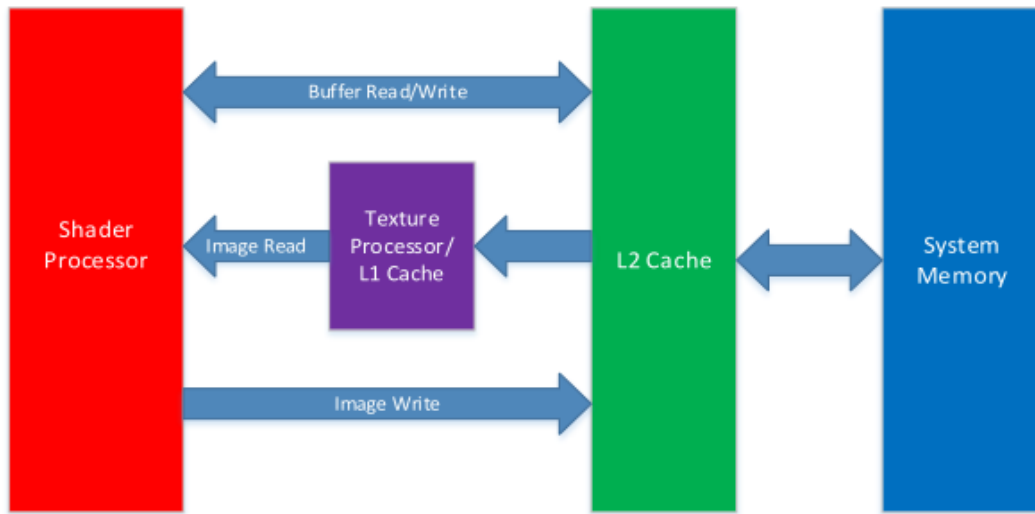

图 3-1 A5x GPUs 中与 OpenCL 相关的架构
Adreno GPUs 支持许多图像和计算 API，包括 OpenGL ES，OpenCL，DirectX 和 Vulkan 等。图 3-1 阐述了与 OpenCL 相关的 Adreno A5x 硬件总体架构，其中省略了图像相关的硬件模块。A5x 和其他 Adreno 系列的 GPU 有许多不同，但是在 OpenCL 上的差异很小。
- 根据 GPU 的系列和等级不同，Adreno GPUs 可能包含一个或者多个 SP。低级的芯片组可能只有一个 SP，高级的芯片组可能有更多的 SP。在图 3-1 中，只有一个 SP。
- 负责为 SP 从缓冲区 (Buffer 对象) 对象存储/装载数据，负责为 L1 cache 请求装载图像对象 (Image 对象)。(如图 3-1，就当 SP 请求从缓冲区装载/存储数据，通过 UCHE，当 L1 cache 请求装载图像对象时，通过 UCHE)